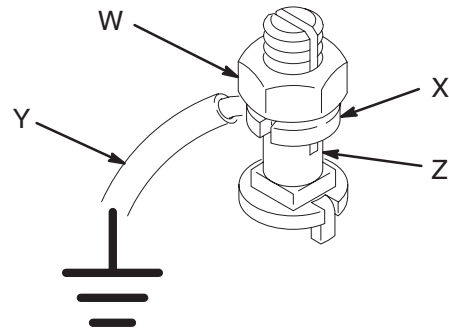

Fig. 2
*Todas las otras bombas*: utilizar una abrazadera y un cable de conexión a tierra. Vea la Fig. 2. Afloje la tuerca de apriete (W) y la arandela (X) de conexión a tierra. Introduzca un extremo de un cable de conexión a tierra (Y) de un mínimo de 1,5 mm2 en la ranura de la orejeta (Z) y apriete la tuerca firmemente. Conecte el otro extremo del cable a una tierra verdadera. Cable de conexión a tierra y abrazadera, ref. pieza 222011.